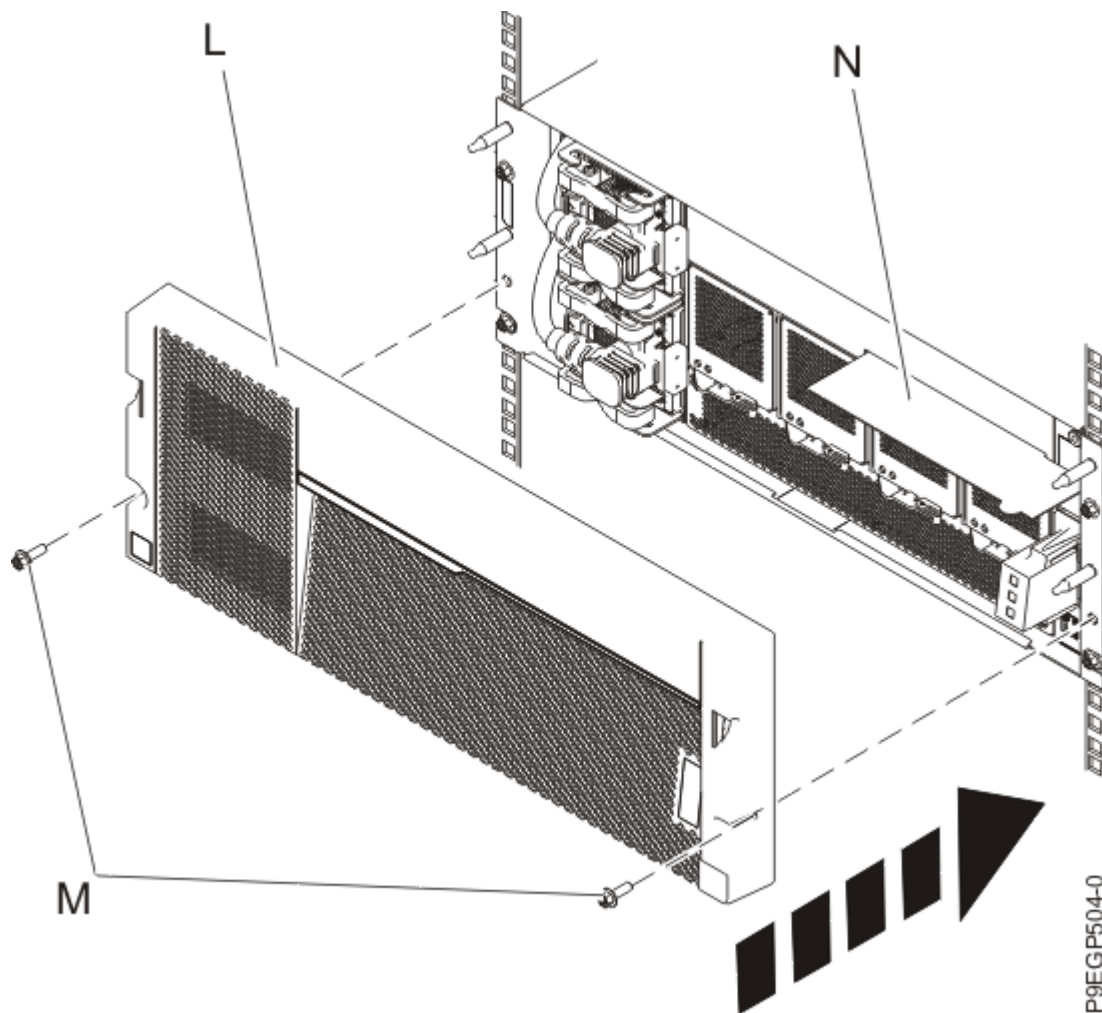

Figure 10. Installation du capot et de la carte des informations de maintenance
- a) Appuyez sur le capot (**L**) pour le mettre en place et fixez-le à l'aide de deux vis M5 (**M**) installées sur les glissières de gauche et de droite, comme illustré à la Figure 10, à la page 14.